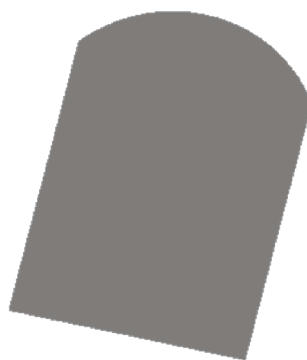

图 9-6 创建混合曲面
STEP 06 单击“完成”按钮，并单击“样式”选项卡“关闭”面板中的“确定”按钮，即可完成混合曲面的创建，效果如图 9-6 所示。